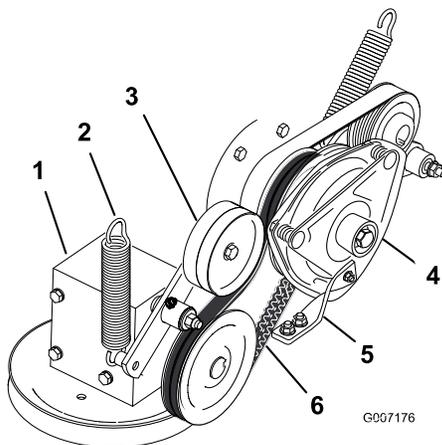

Bild 61
- Entfernen Sie die Feder vom Spannarm (Bild 61).
- Verlegen Sie den neuen Zapfwellen-Treibriemen um die Kupplungs- und Getriebespannscheibe (Bild 61).
- Haken Sie die Feder wieder in den Spannarm ein (Bild 61).